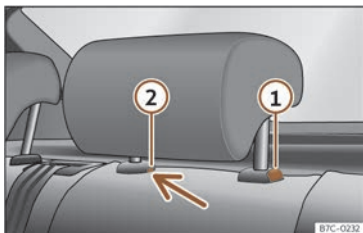

Fig. 90 Appuie-tête arrière : démontage.
- Appuyez sur la touche >>> fig. 90 ① en appuyant simultanément sur le trou de la serrure ② avec un tournevis plat d'une largeur maximale de 5 mm et retirez l'appui-tête.